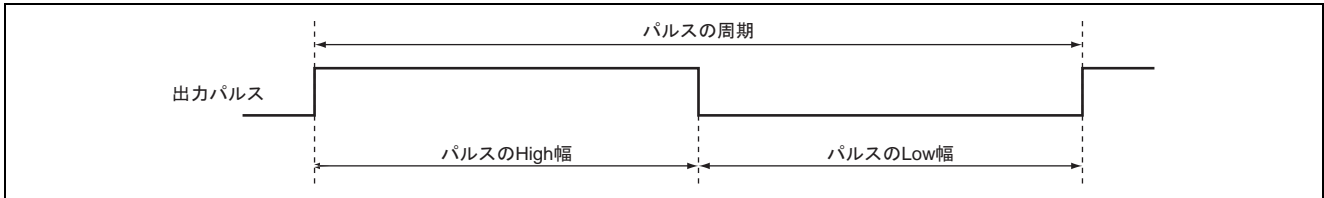

図 1 長周期パルス出力例
- (1) 図 1 に示すように 32 ビットカウンタ動作を行ない、パルスの High 幅を変化させデューティ変化できる長周期パルスを出力します。
- (2) デューティは 0%~100%まで、 $1/H'FFFF$  の分解能で設定できます。
- (3) 19.6608MHz 動作時、パルスの周期は 6.66ms から 218.23s まで 6.66ms 単位で設定可能です。